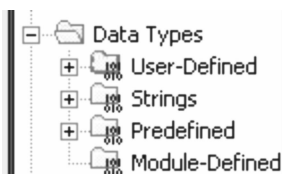

图 9-30 项目管理器列表
27. 在控制器项目管理器中的“数据类型”（Data Types）文件夹下，单击“用户自定义”（User-Defined）旁边的 +，如图 9-30 所示。